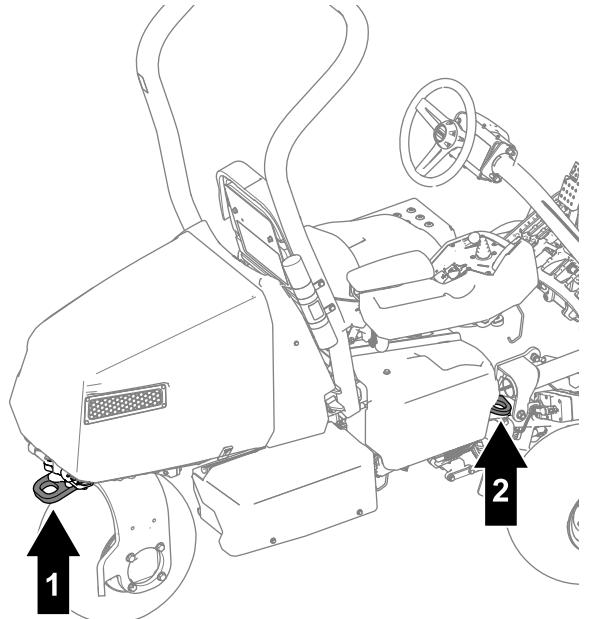

Figura 29
- Amarre la máquina firmemente con correas, cadenas, cables o cuerdas. Tanto las correas delanteras como las traseras deben orientarse hacia abajo y hacia fuera respecto a la máquina (Figura 29).